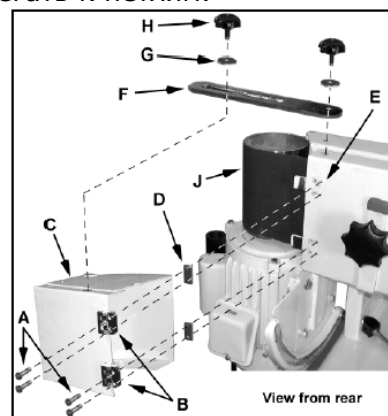

Рис. 5
Закрепите кожух вала (C) (Рис. 5) четырьмя винтами M4x20 (A). Две прямоугольные вставки (D) необходимо вмонтировать между петлями (B) и кожухом шлифовальной ленты (E). Вставки с закруглёнными краями должны прилегать к петлям.